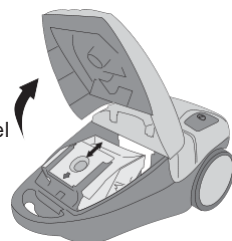

Abbildung 11 Auswechseln des Staubsaugerbeutels
Sobald die Anzeige „Staubsaugerbeutel voll“ rot zu leuchten beginnt, müssen Sie den Staubsaugerbeutel sofort ersetzen, siehe Abbildung 11.
4. Entfernen Sie den Staubsaugergbeutel, siehe Abbildung 11.